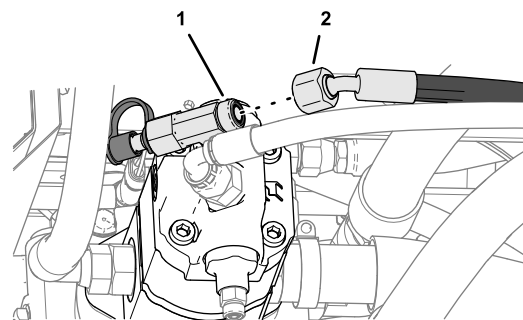

図 133
3. ホース 10 x 2921 mm の 45°継手をT字継手に取り付け、ホース継手を締め付けます (図 133)。